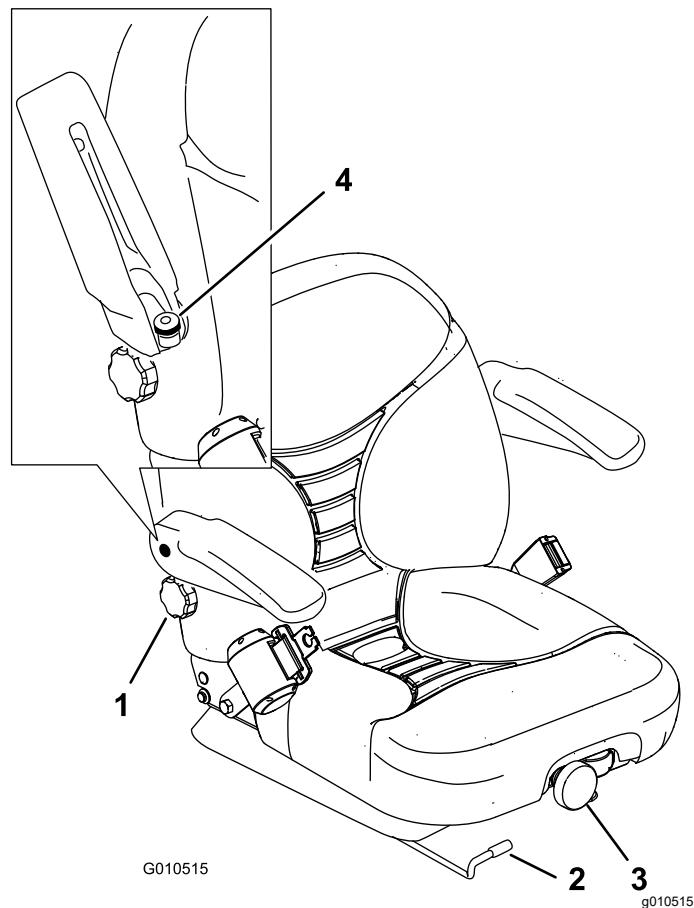

Figura 34
Per spostarlo, girate nella direzione opportuna la manopola situata sotto il bracciolo destro, fino ad ottenere il migliore comfort (Figura 34).
Sollevate il bracciolo e ruotate la manopola in una delle direzioni per ottenere il miglior comfort (Figura 34).
- Spostate lateralmente la leva per sbloccare il sedile (Figura 34).
Per regolarla, ruotate la manopola anteriore in una delle direzioni per ottenere il miglior comfort (Figura 34).